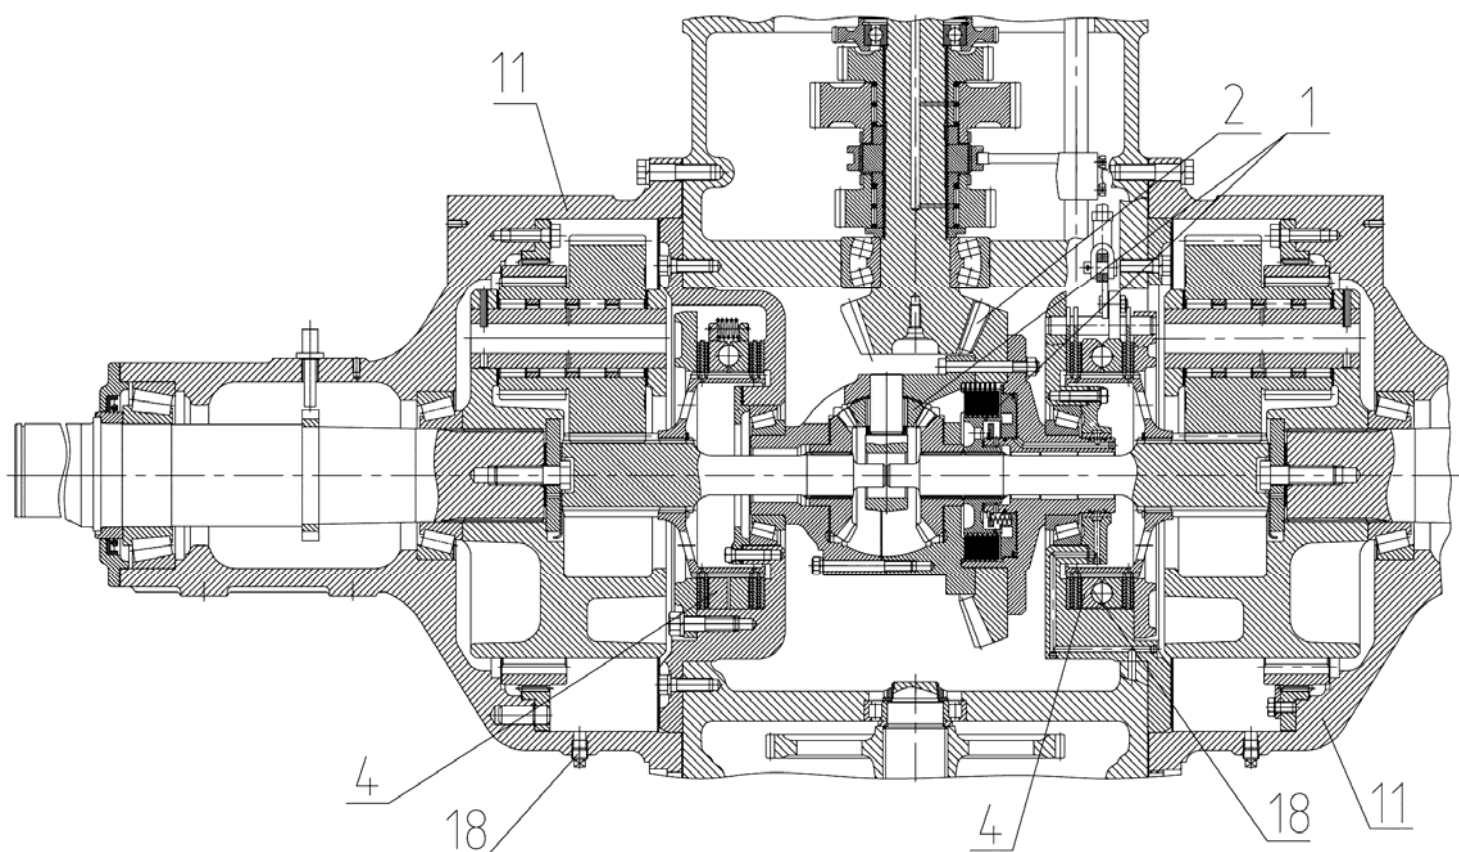
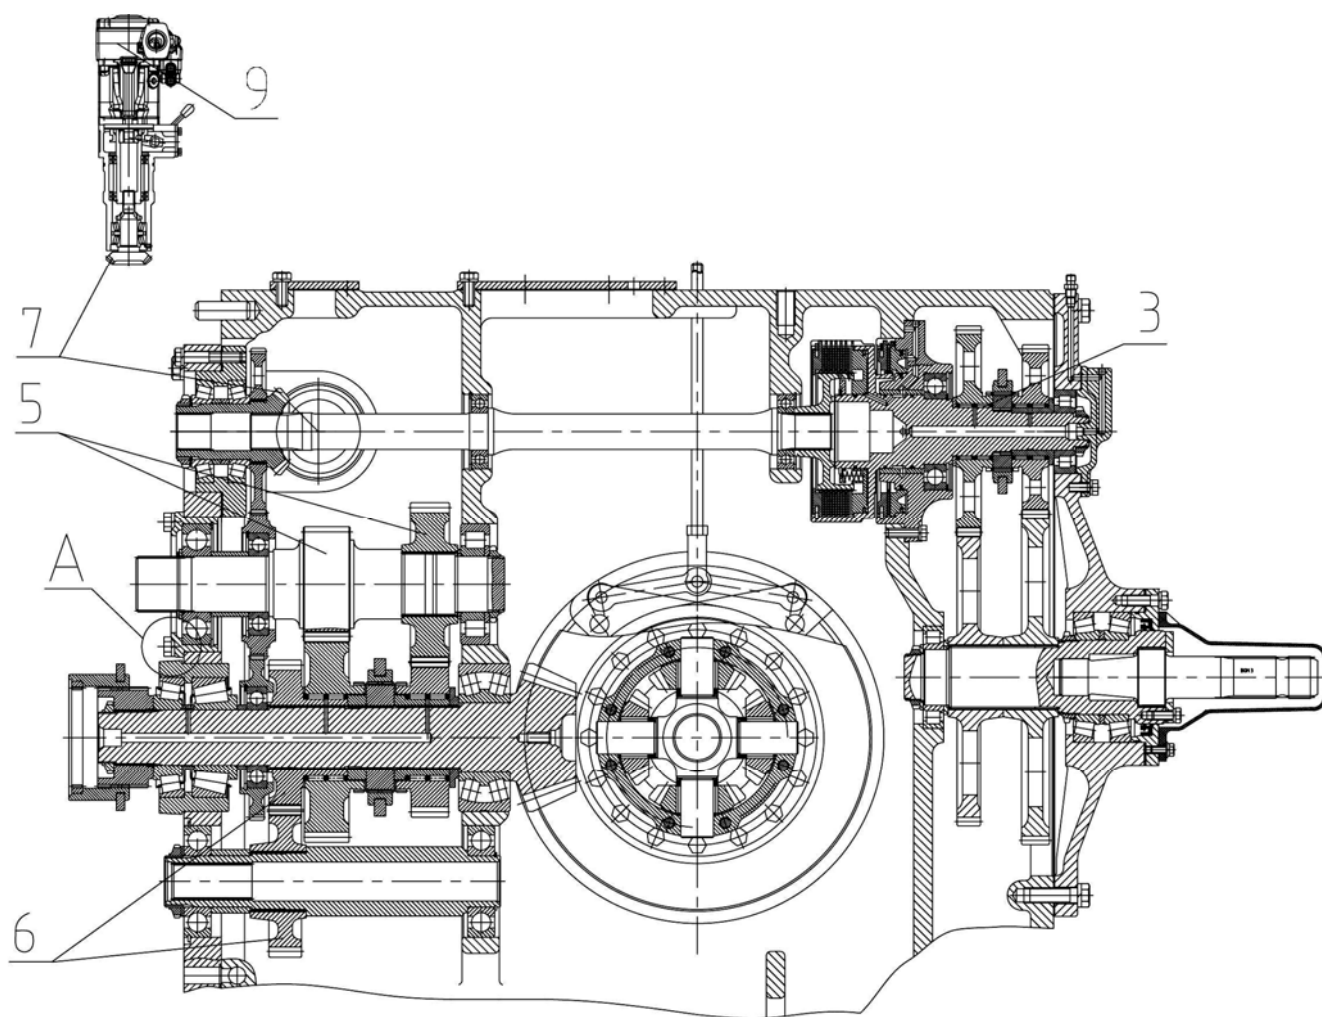
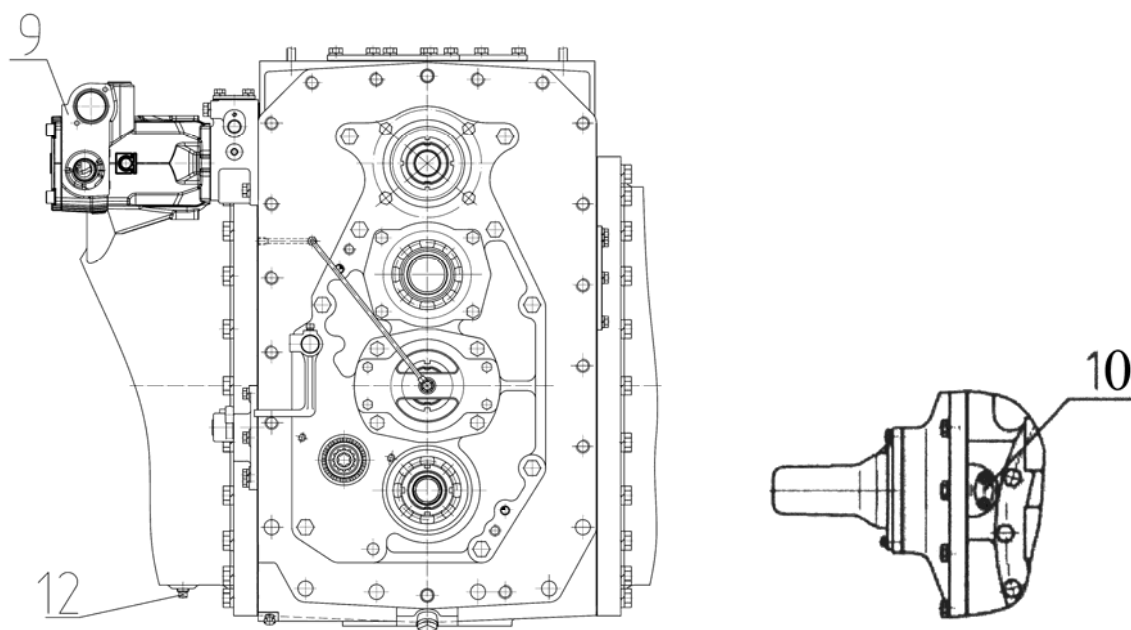
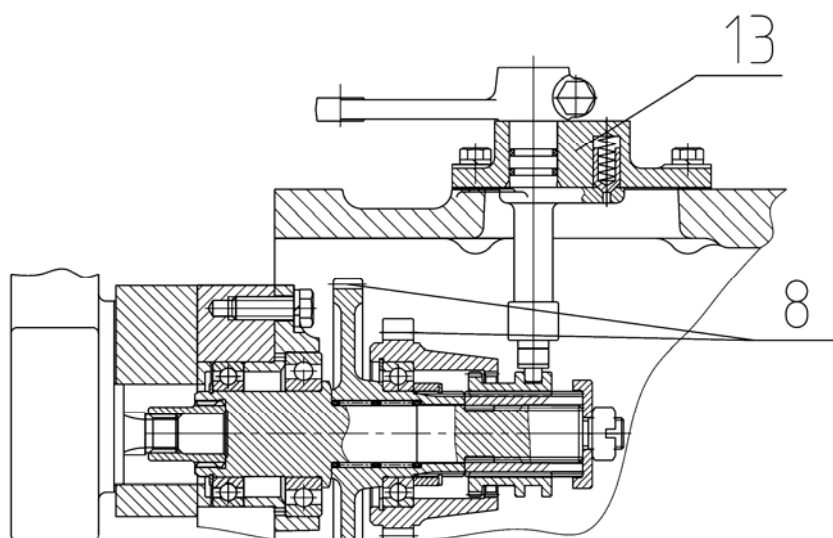

Рис.4.55 Задний мост.
Рис.4.56 Задний мост.
Рис.4.57 Задний мост.
Рис.4.59 Механизм переключения привода насоса трансмиссии.
В корпусе заднего моста расположены следующие узлы: дифференциал (1), (рисунок 4.55), с блокировкой дифференциала и главной парой (2), задний ВОМ (3), тормоза (4). Редукторная часть, состоящая из: шестерен (5), (рисунок 4.56), переключения III и IV диапазонов коробки передач, шестерен (6) привода переднего ведущего моста, шестерен (7) привода насоса гидронавесной системы, шестерен (8), (рисунок 4.59).
С правой и левой стороны корпуса заднего моста установлены конечные передачи (11), (рисунок 4.55).
Кроме этого, с правой стороны установлены: насос (9), (рисунок 4.57), гидронавесной системы, датчик оборотов (10), хвостовика ВОМ, и механизм переключения (13), (рисунок 4.59), привода насоса трансмиссии (или от двигателя, или от колес).